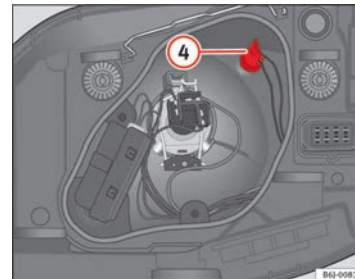

Abb. 146 Standlicht ▶
- Nehmen Sie den Lampenträger ④ ⇒ Abb. 146 heraus.